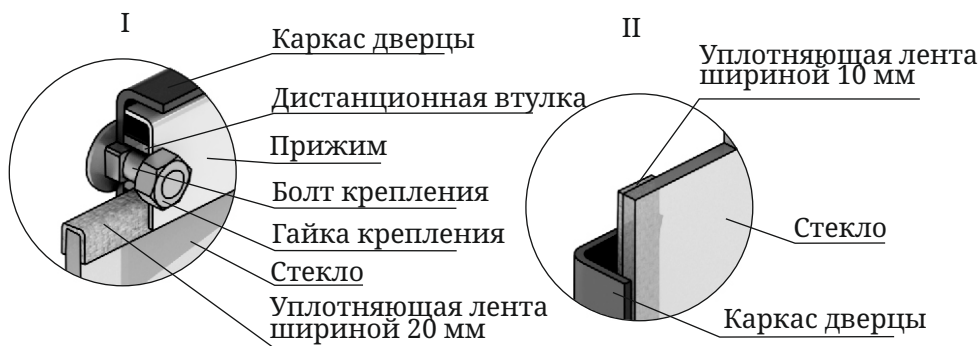

Рисунок 15. Крепление светорозрачного экрана дверцы модификации «Витра»
1. Отверните две гайки, фиксирующие прижим (рисунок 15. I), демонтируйте его и дистанционные втулки.
3. Возьмите новое стекло. Если на нем нет уплотняющих лент, наклейте их, лента шириной 20 мм наклеивается сверху и снизу стекла «П» - образно (рисунок 15. I), лента шириной 10 мм наклеивается вертикально, вдоль боковых сторон стекла (рисунок 15. II).
4. Вставьте стекло в упор, при этом лента, наклеенная с боковых сторон (вертикальная) должна быть зажата между стеклом и каркасом дверцы (рисунок 15.И).
Внимание! Гайки, крепящие прижим накручиваются на болты крепления через дистанционные втулки (рисунок 15.И).